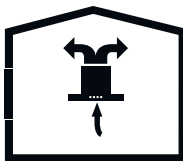

Fig. 5: Circolazione dell'aria del filtro a carbonio
*L'aria aspirata viene pulita dai filtri anti grasso e da un filtro a carboni attivi e viene rimandata nella cucina. Fig. 5*